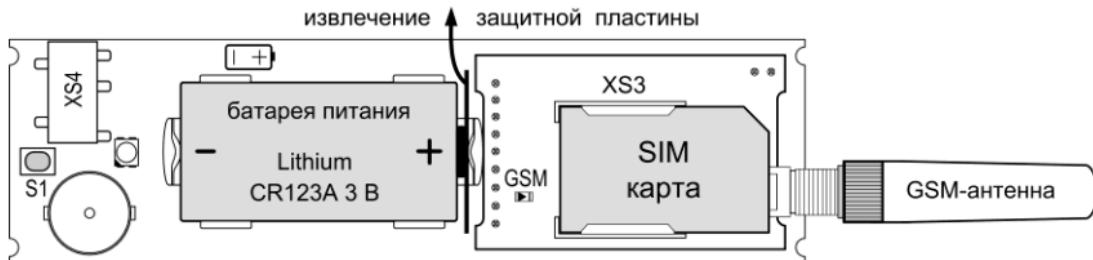

Рис.6 Установка SIM карты, извлечение защитной пластины, подключение внешней GSM-антенны (только для варианта 2)
2. Убедитесь, что SIM карта установлена в соответствии с рис.6, либо установите SIM карту в держатель на плате GSM-модуля: контактами к держателю, срезом – как показано на рис.6.
3. Включите питание сигнализатора – извлеките защитную пластины из контактов батареи питания (см. рис.6) или установите батарею питания, соблюдая полярность (если она была извлечена). После включения питания световой индикатор сигнализатора засветится красным. Светодиод «GSM» будет светиться в течение 3-х секунд и начнёт часто мигать – производится поиск сети и регистрация в сети GSM.
подключите antennu, antennu прикручивается к SMA-разъёму вращением по «часовой стрелке»). Убедитесь, что SIM карта установлена в соответствии с рис.6.